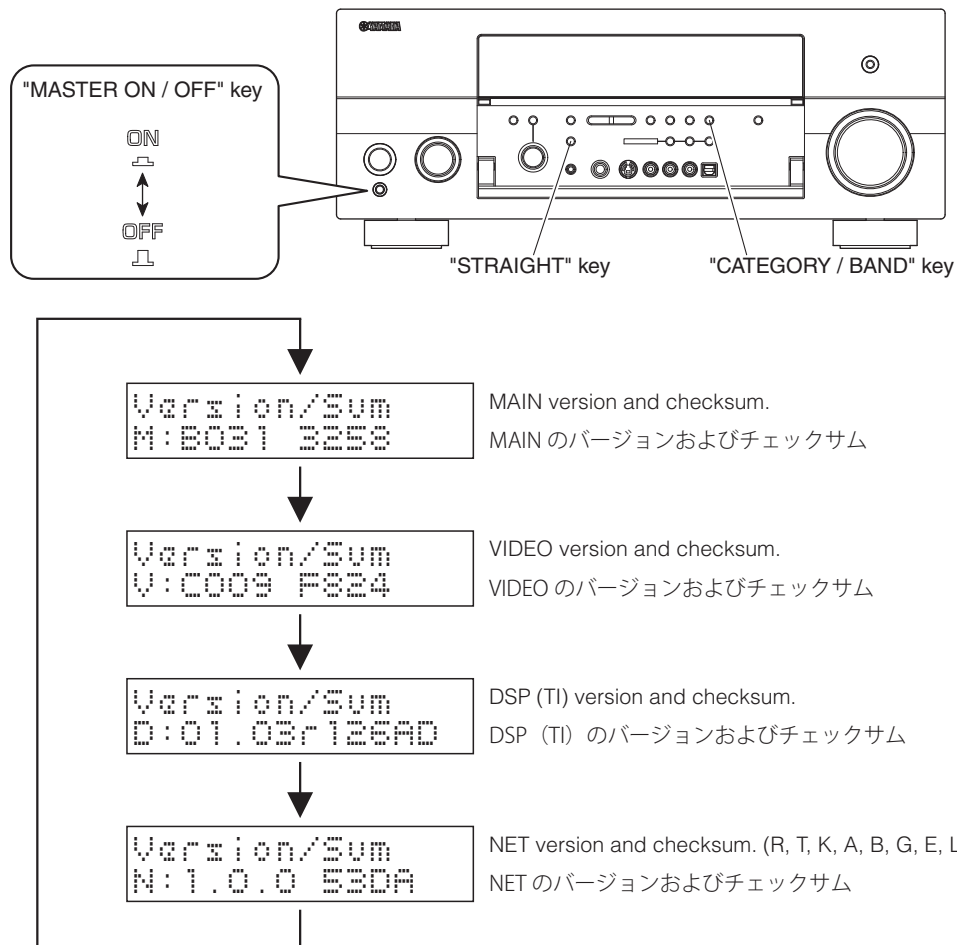

Fig. 6
1. Press the "MASTER ON/OFF" key of this unit while simultaneously pressing the "STRAIGHT" key of this unit. Then the ADVANCED SETUP mode is activated. (Fig. 6)
2. Keep pressing the "CATEGORY / BAND" key for about 3 seconds. (Fig. 6)
1. 本機の "STRAIGHT" キーを押しながら "MASTER ON/OFF" キーを押し、アドバンスドセットアップを起動します。(Fig. 6)
2. 本機の "BAND" キーを約3秒間押し続けます。(Fig. 6)